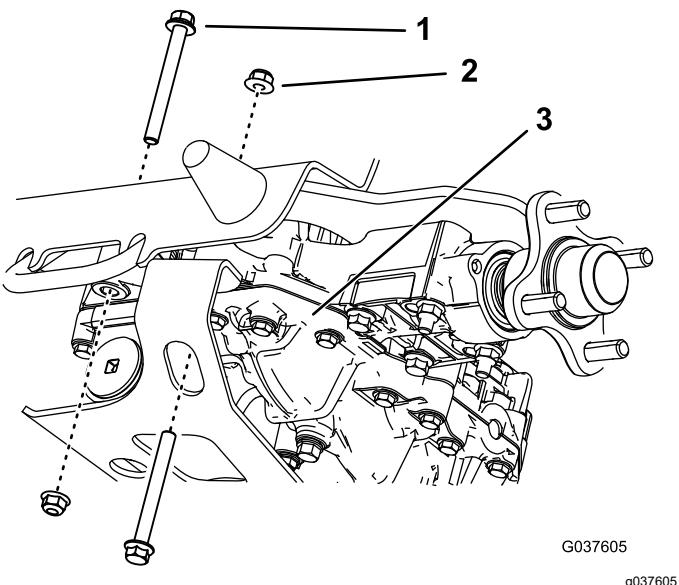

図 9
- 5. 右側右トランスアクスルから、リアボルト2本とナット2個を外す図9。ナットは捨てないこと。